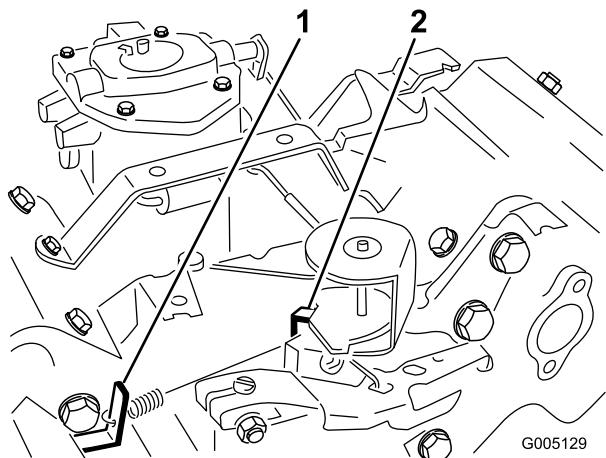

図 36
3. 長足アイドル・スプリング・アンカーの耳(図 36)を曲げて、エンジン速度を 1625 ± 50 RPM に調整する。タコメータで速度を確認のこと。
5. スロットル・コントロールを FAST 位置とする。高速アイドル・スプリング・アンカーの耳(図 36)を曲げて、エンジン速度を 2850 ± 50 RPM に調整する。